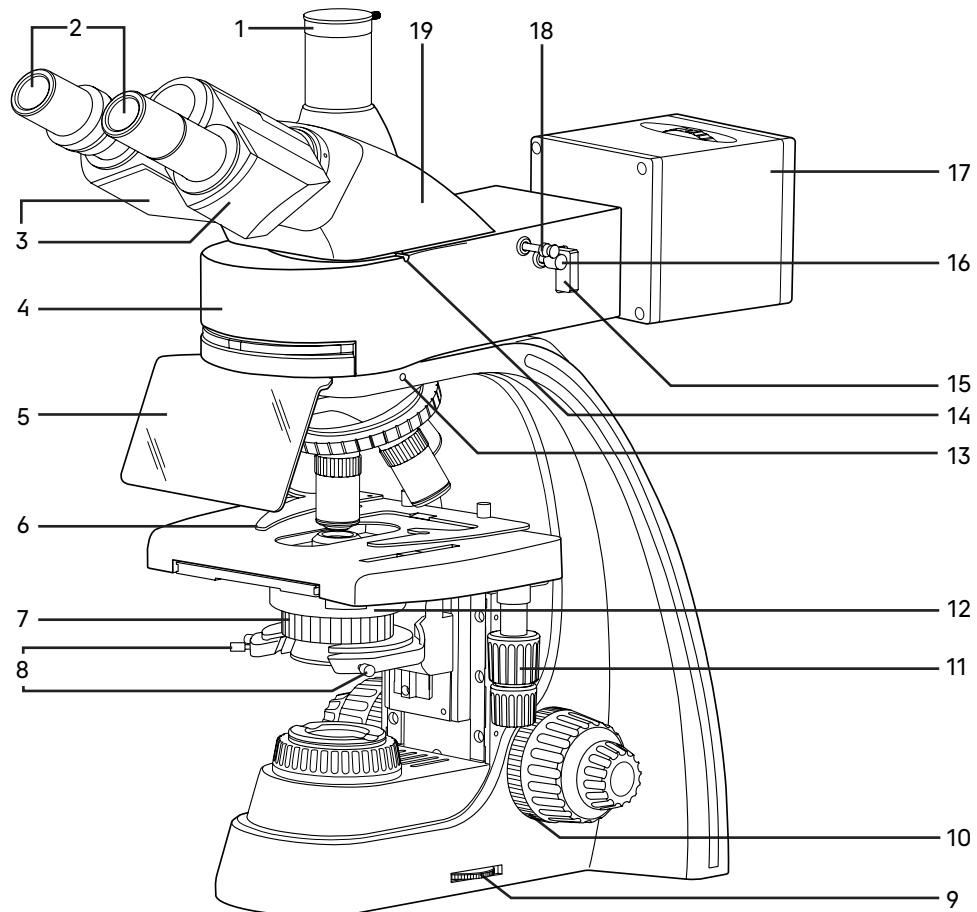
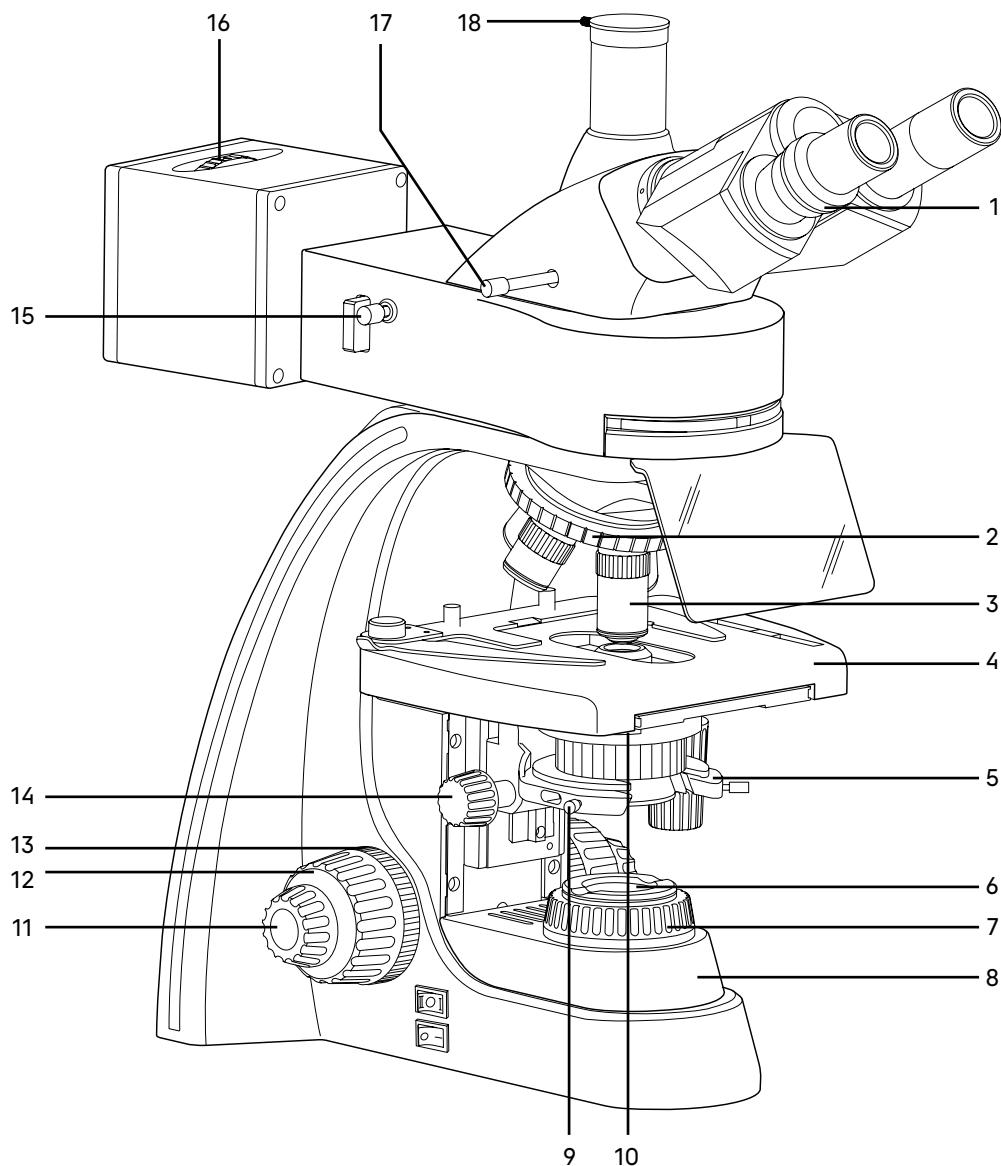

Рис. 1. Микроскоп MAGUS Lum 400L. Вид справа
Рис. 2. Микроскоп MAGUS Lum 400L. Вид слева
Полный состав микроскопа указан в разделе 8 данного руководства по эксплуатации. Общий вид микроскопа представлен на рис. 1, 2 и 3.
Штатив 8 (рис. 2) представляет собой цельную конструкцию с основанием. Основание имеет Y-образную устойчивую эргономичную форму.
- револьвер 2 (рис. 2) с объективами 3 (рис. 2);
- предметный столик 4 (рис. 2);
- кронштейн конденсора 5 (рис. 2);
- коллектор в оправе с полевой диафрагмой 6 (рис. 2).
Диск 9 (рис. 1) служит для регулировки напряжения питания источника проходящего и отраженного света.
Фокусировка на объект осуществляется перемещением по высоте предметного столика 4 (рис. 2). Грубая фокусировка производится вращением коаксиальных рукояток 12 (рис. 2), которые размещены по обеим сторонам штатива.
Тонкая фокусировка производится вращением рукояток 11 (рис. 2), расположенных по обеим сторонам штатива. Тонкая фокусировка требуется для точного фокусирования на объект и для подфокусировки микроскопа на резкость изображения при смене объективов и препаратов.
Механизм регулировки жесткости хода грубой фокусировки 10 (рис. 1) – кольцо между штативом и рукояткой грубой фокусировки с правой стороны. С помощью кольца регулируется жесткость хода грубой фокусировки так, чтобы жесткость была комфортной для пользователя, но при этом столик не опускался самопроизвольно во время работы.
Рукоятка блокировки грубой фокусировки 13 (рис. 2) расположена с левой стороны. После завершения грубой фокусировки рекомендуется перевести рычаг в крайнее положение в направлении по часовой стрелке. Таким образом закрепится положение грубой фокусировки для быстрой рефокусировки после смены препарата.
Насадка 19 (рис. 1) обеспечивает визуальное наблюдение изображения объекта. Насадка устанавливается в отверстие верхнего фланца корпуса люминесцентной насадки 4 (рис. 1) и закрепляется винтом 14 (рис. 1). Насадку при установке развернуть окулярами в сторону предметного столика.
Изменение межзрачкового расстояния в насадке осуществляется разворотом окулярных тубусов 3 (рис. 1) в пределах 48–75 мм. Значение расстояния, установленного в соответствии с глазной базой наблюдателя, отсчитывается по шкале на насадке.
Механизм диоптрийной подвижки окуляров служит для компенсации аметропии глаз наблюдателя. Находится на левом окулярном тубусе – кольцо 1 (рис. 2). Второй окулярный тубус насадки неподвижный.
В вертикальный тубус 1 (рис. 1) корпуса визуальной насадки (канал визуализации) для фиксации камеры (видеоокуляра) устанавливается переходник C-mount. Камера служит для вывода изображения на экран компьютера или монITOR/тeлевизор. Переключение светового потока на вертикальный тубус производится рукояткой 17 (рис. 2). Рукоятка имеет два положения: 100/0 и 0/100.
В комплект микроскопа входят окуляры 2 (рис. 1). Окуляры имеют высокое положение выходного зрачка и предназначены для работы как в очках, так и без них.
Револьверное устройство 2 (рис. 2) обеспечивает установку пяти объективов 3 (рис. 2). Смена объективов производится вращением револьверного устройства за конусную рифленую поверхность до фиксированного положения.
Объективы 3 (рис. 2) рассчитаны на длину тубуса «бесконечность». Парфокальная высота объективов 45 мм, линейное поле зрения в плоскости изображения 22 мм. Рассчитаны для работы с препаратами с толщиной покровного стекла 0,17 мм или без покровного стекла. Микроскоп укомплектован объективами-планахроматами с увеличением 4x, 10x, 40x (люминесцентный), 100x. Дополнительно возможна комплектация объективом-планахроматом 20x и 60x и люминесцентным планахроматом 10x.
Конденсор 12 (рис. 1) установлен в кронштейн 5 (рис. 2) под предметным столиком микроскопа. Тип крепления конденсора – «ласточкин хвост». Конденсор устанавливается по направляющим при поднятом столике и опущенном кронштейне. Перемещение конденсора вдоль оптической оси микроскопа осуществляется с помощью рукоятки перемещения кронштейна конденсора 14 (рис. 2), расположенной слева от наблюдателя под столиком микроскопа. Диапазон перемещения конденсора – не менее 33 мм.
Конденсор имеет слот 10 (рис. 2) для установки слайдера темного поля или слайдера фазового контраста.
Кронштейн конденсора имеет пружинный держатель, с помощью которого двумя винтами 8 (рис. 1) конденсор центрируется в оптической оси. Фиксация конденсора в держателе осуществляется винтом 9 (рис. 2).
Ирисовая апертурная диафрагма регулируется (открывается/закрывается) кольцом 7 (рис. 1). Для достижения наилучшего качества изображения рекомендуется прикрывать апертурную диафрагму конденсора светлого поля приблизительно на 1/3 диаметра выходного зрачка объектива.
Двухкоординатный предметный столик 4 (рис. 2) обеспечивает перемещение объекта в двух взаимно перпендикулярных направлениях с помощью рукояток 11 (рис. 1), расположенных на одной оси.
У столика отсутствует выдвижная зубчатая рейка по оси X, что повышает эргономичность работы. Механизм с ременной передачей плавно перемещает объект. Объект крепится на поверхности столика препаратородержателем 6 (рис. 1), для чего прижим отводится в сторону. Препаратородержатель крепится к столику при помощи двух винтов. При снятом препаратородержателе объект можно перемещать рукой.